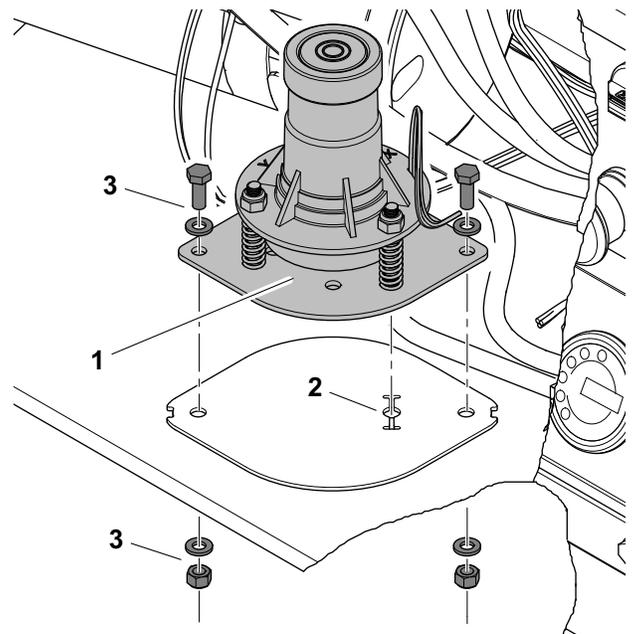

图 3-16. 安装倾斜传感器
2. 当将倾斜传感器安装进入底座时，利用底座上的安装板内的孔，对齐传感器底部上的安装销（项目 2 - 图 3-16.）。